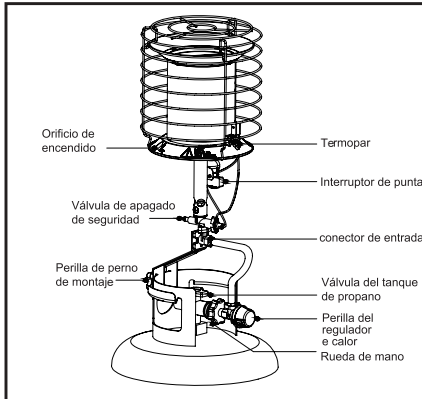

Figura 2 - Calentador de encendido con un fósforo
2. Coloque un fósforo encendido cerca de la cara del elemento calefactor (pantalla de malla) del quemador que está encendiendo. Ubique el orificio de encendido ubicado en la parte inferior del quemador. (vea la Figura 2.)
3. Presione el botón en la válvula de seguridad que admite gas al quemador (vea la Figura 2).